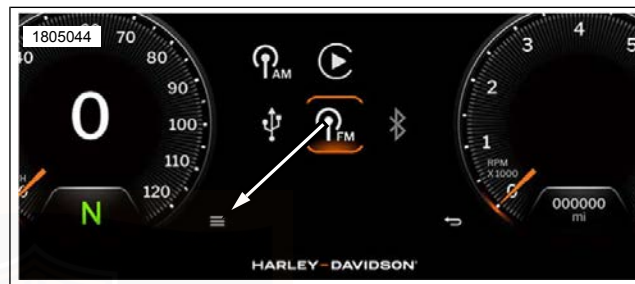

Abbildung 34. Auswahl des Hauptmenüs auf dem Bildschirm
Siehe Abbildung 32 und Abbildung 34. Um das Hauptmenü aufzurufen, die Taste „Hauptmenü/Bike-Funktion“ (14) am Linkes Handbedienmodul (LHCM) drücken oder die Auswahl des Hauptmenüs auf dem Touchscreen antippen. Die Navigationstasten Nach oben (6), Rechts (7), Nach unten (9), Links (13), OK/Eingabe (8) oder Zurück (12) am LHCM oder die Symbole auf dem Touchscreen verwenden, um durch die Menüauswahlen zu navigieren. Siehe Tabelle 29 .